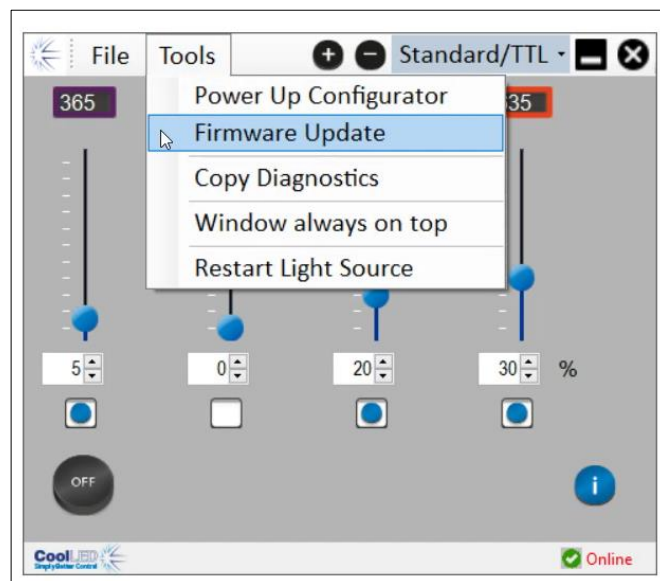
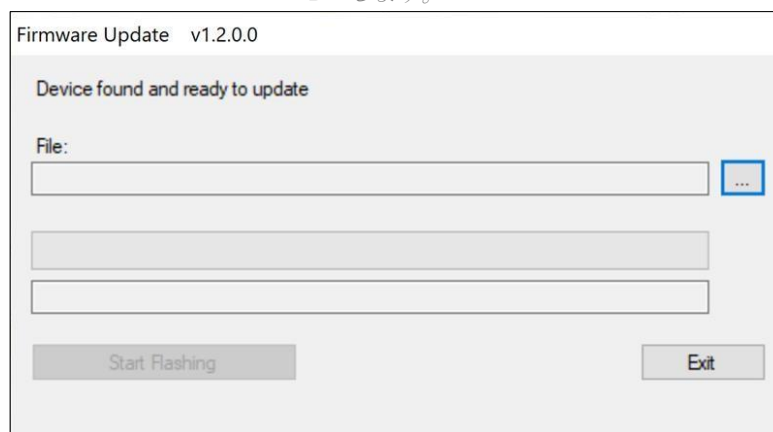

図 54- ファームウェアアップデートウィンドウは、LightBridge の「ツール」メニューからアクセスします。
図 55- ファームウェアアップデートウィンドウ。
9. LightBridge 内で、[Tools] ドロップダウン・メニューから [Firmware Upgrade] を選択します (図 54).ファームウェア更新ウィンドウが表示されます (図 55).